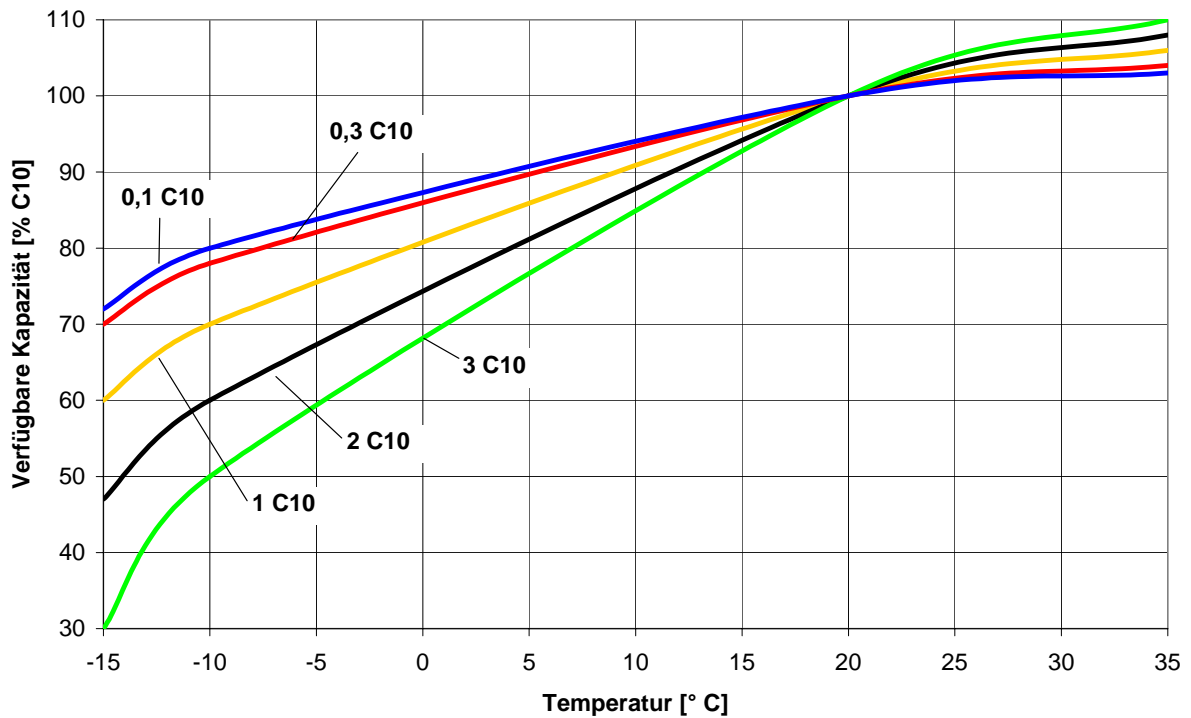

Abb. 13: Marathon - Verfügbare Kapazität versus Temperatur bei unterschiedlichen Entladeraten (Stromwert in Ampere = Ah-Wert als Vielfaches von C₁₀)
- Die Batterietemperatur beeinflusst die verfügbare Kapazität entsprechend Abb. 13 und 14.